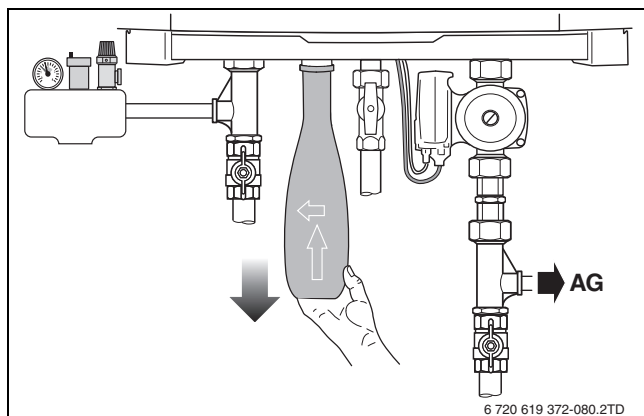

Bild 95 Siphon
- ▶ Siphon von der Kupplung lösen und herausnehmen (→ Bild 95, [1]).